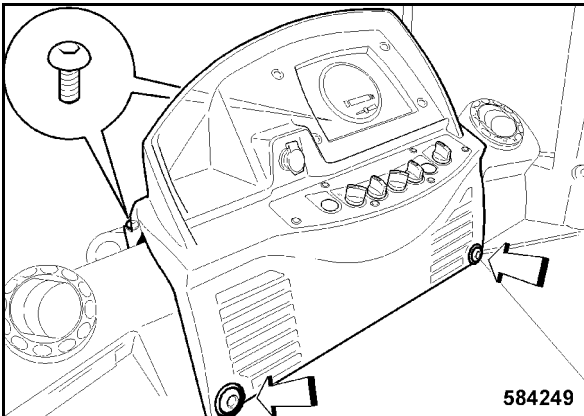

Bild 201
- Pane kojelautaa paikoilleen ja kiinnitä se neljällä kiinnitysruuvilla (Bild 201).